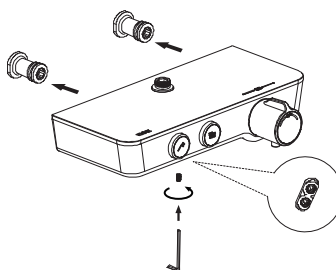

Abbildung 4
a) Verbinden Sie die Thermostatbrausestange (10) mit den gebogenen Anschlüssen (Abbildung 4). Die linke Seite ist für Warmwasser und die rechte Seite für Kaltwasser. Verwenden Sie den Inbusschlüssel zum Befestigen.